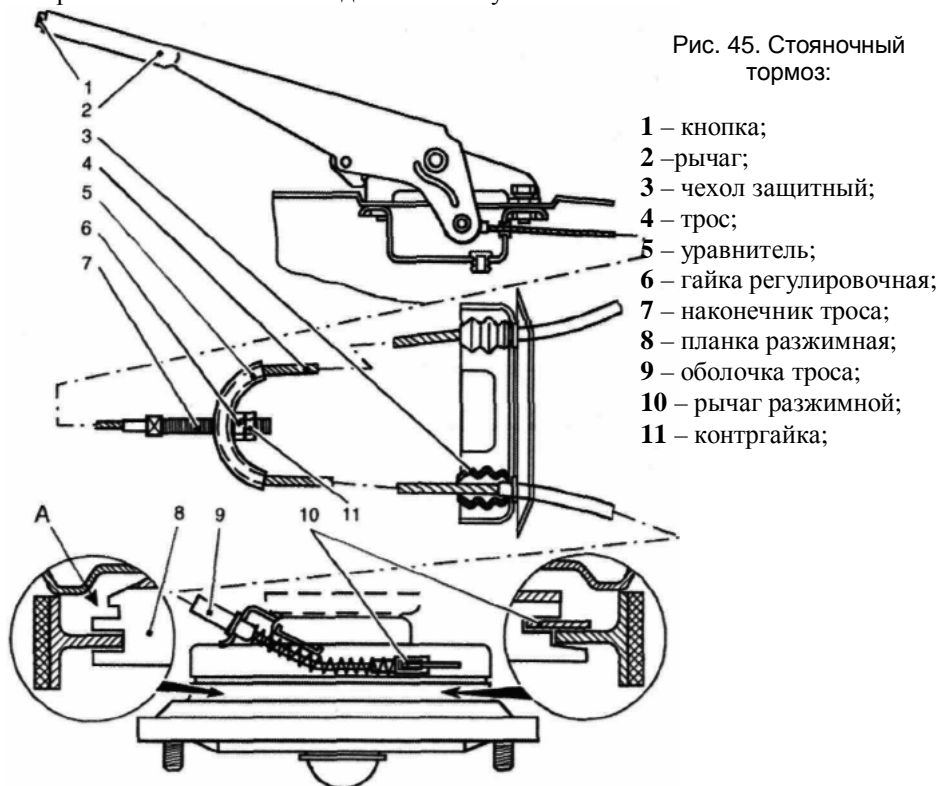

Рис. 45. Стояночный тормоз:
- переведите рычаг 2 (рис. 45) в крайнее нижнее положение и поднимите вверх на 1-2 зубца сектора;